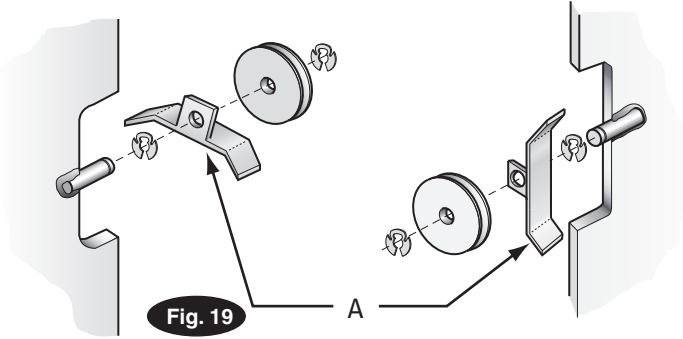

Fig. 19 Información
- A) Instale la polea del cable de enganche, las cubiertas de polea y los anillos de retención en la ranura superior de la columna de la unidad de potencia, como se muestra en la Fig. 19.